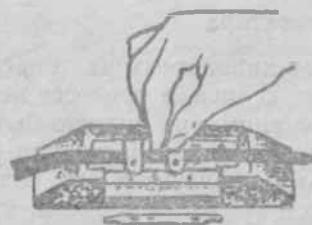

Рис. 32.
4. Откройте прижимы и переложите левый конец фильма на левые зубцы таким образом, чтобы зачистка приходилась против среднего прижима. Закройте левый прижим. Уложите правый конец обрезанным краем на зачистку левого конца крайними перфорациями на правые зубцы и закройте правый прижим. Приподняв правый обрезанный конец фильма (рис. 32), смажьте зачищенное место одним мазком кисточки, нанося тонкий слой киноклея.